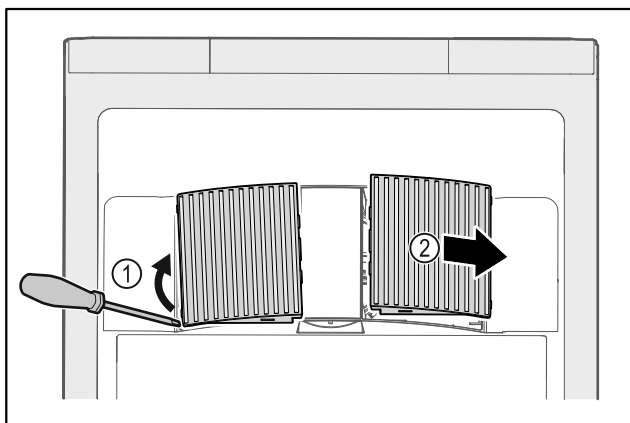

Fig. 126
- ▶ Extraire par un mouvement de levier les caches latéraux Fig. 126 (1) vers l'avant Fig. 126 (2).